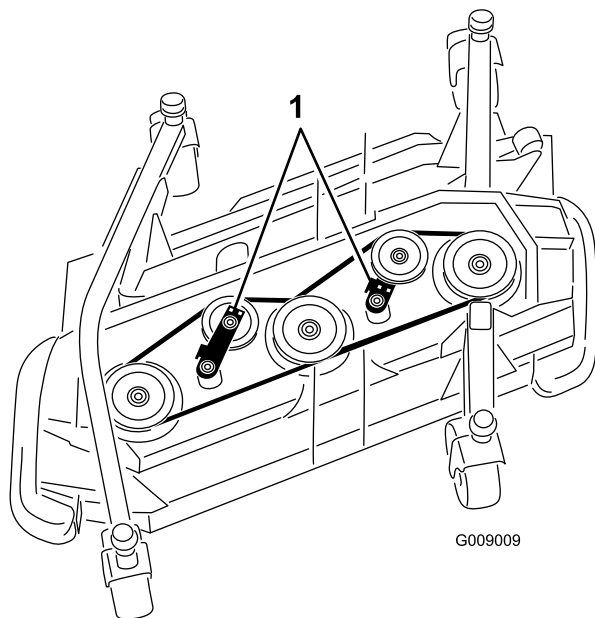

Figura 96
5. Con una llave de carraca u otra herramienta similar, aleje las poleas tensoras de la correa de transmisión para aliviar la tensión de la correa y poderla retirar de las poleas (Figura 96).